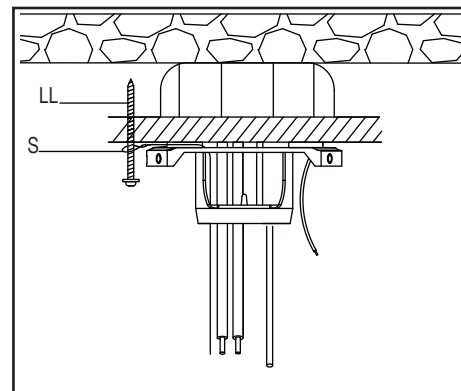

Figure 10
1. Vissez la vis à bois (LL) (non fournie) dans le plafond.
2. Enfilez la boucle terminale du câble de sécurité (S) sur la vis à bois, puis serrez bien la vis ou reliez le câble de sécurité directement à la boîte électrique. (Figure 10)